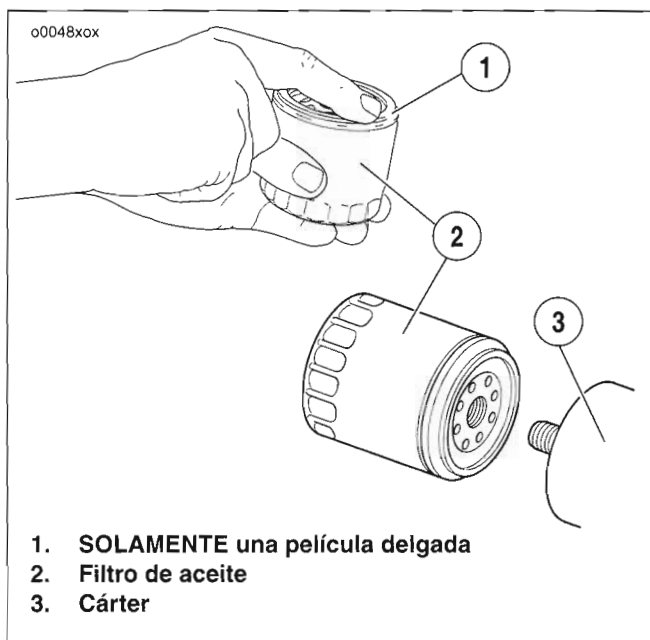

Figura 38. Aplicación de una película delgada de aceite
2. Vea la Figura 38. Limpie con un pedazo de tela limpio la superficie de contacto con la junta del filtro en la montura del filtro. La superficie debe estar lisa y libre de desechos o de material de la junta vieja.
3. Aplique una película delgada de aceite a la superficie de contacto de la junta en el cárter (3), junta y filtro de aceite **nuevo**.